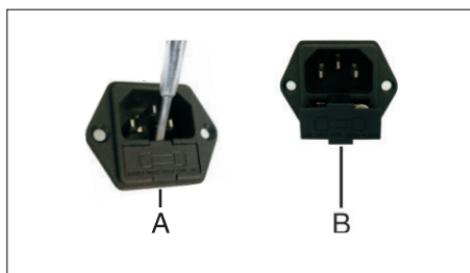

Fig.29
10.1 Introduzca la punta plana de un destornillador en el hueco del compartimento de fusibles situado debajo de la toma de corriente y utilícela como palanca (Fig.29-Ref.A);
10.2 Extraiga el compartimento de fusibles (Fig.29-Ref.B);
Vuelva a colocar el compartimento en su sitio (Fig.29-Ref.B).